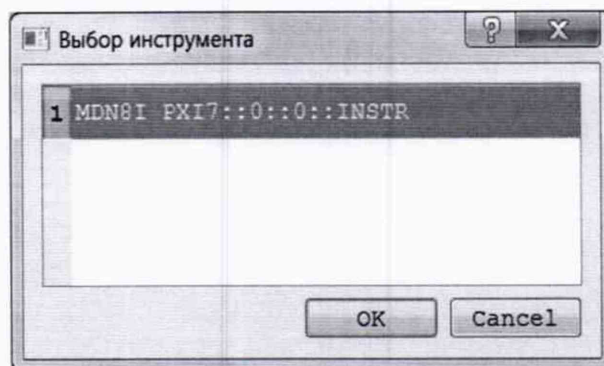

Рисунок 2
11.2 В открывшемся окне «Выбор инструмента» из списка выбрать поверяемый модуль. Нажать кнопку «ОК» (см. рисунок 2).